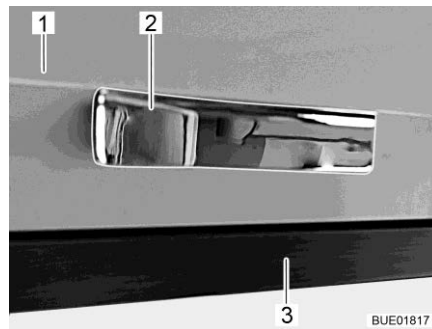

Fig. 73 Porte de placard avec déverrouillage par pression
- Appuyer la porte de placard (Fig. 73,1) avec la poignée (Fig. 73,2) contre le corps de l'armoire (Fig. 73,3). La porte de placard est déverrouillée.